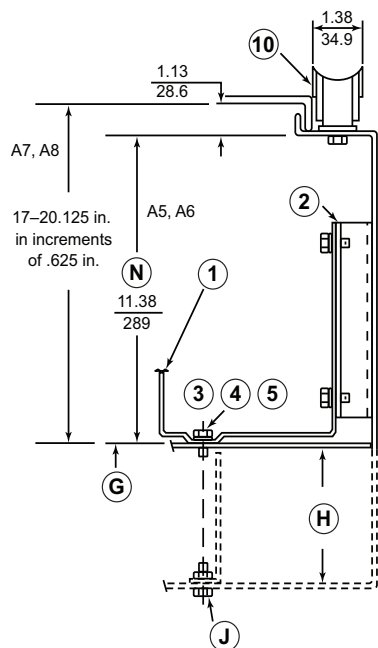

FIG. 4 : Mounting the Handle
1. Attach the disconnect switch to the side mounting brackets with four 5/16-18 x 1/2 screw assemblies. See Fig. 4.
1. Instale el desconectador seccionador en los soportes de montaje laterales con cuatro ensambles de tornillo de 5/16-18 x 1/2. Vea la fig. 4.
1. Fixer le sectionneur sur les supports de montage latéral à l'aide de quatre assemblages de vis de 5/16-18 x 1/2. Voir la fig. 4.
1. Attach the push rod guide, and mount the operating handle to the flange using two 5/16-18 x 5/8 screws and lockwashers. Refer to Fig. 4 on page 6.
5. For **A5** and **A6** handles, connect the spring to the switch base. Refer to Fig. 4 on page 6.
6. For **A7** and **A8** handles, connect the spring to the spring holder. Refer to Fig. 4 on page 6.
1. Attacher le guide de tige de poussoir et monter la manette de fonctionnement sur la bride à l'aide de deux vis de 5/16-18 x 5/8 et de rondelles de sûreté. Se reporter à la figure 4 à la page 6.
5. Pour les manettes **A5** et **A6**, raccorder le ressort à la base du sectionneur. Se reporter à la figure 4 à la page 6.
6. Pour les manettes **A7** et **A8**, raccorder le ressort au support de ressort. Se reporter à la figure 4 à la page 6.
| 5. For A5 and A6 handles, connect the spring to the switch base. See Fig. 4 on page 6. | 5. Para las palancas A5 y A6 , conecte el resorte en la base del desconectador. Vea la figura 4 en la página 6. | 5. Pour les manettes A5 et A6 , raccorder le ressort à la base du sectionneur. Voir la figure 4 à la page 6. |
| 6. For A7 and A8 handles, connect the spring to the spring holder. See Fig. 4 on page 6. | 6. Para las palancas A7 y A8 , conecte el resorte en el retenedor. Vea la figura 4 en la página 6. | 6. Pour les manettes A7 et A8 , raccorder le ressort au support de ressort. Voir la figure 4 à la page 6. |